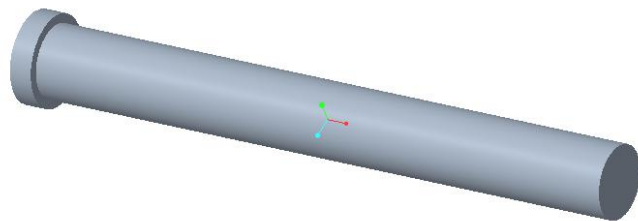

图 3.3.1 安装辅助杆
1、 图 3.3.1 是安装辅助杆，用于辅助传感器支座的安装，确保传感器支座在同一直线上，同时确定两支座的间距；
- 1、 图 3.3.1 是安装辅助杆，用于辅助传感器支座的安装，确保传感器支座在同一直线上，同时确定两支座的间距；